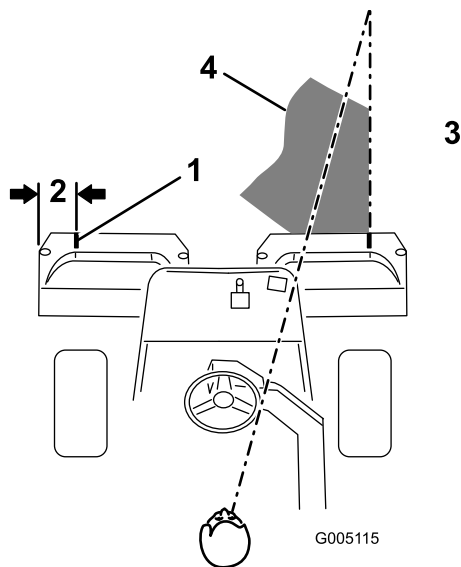
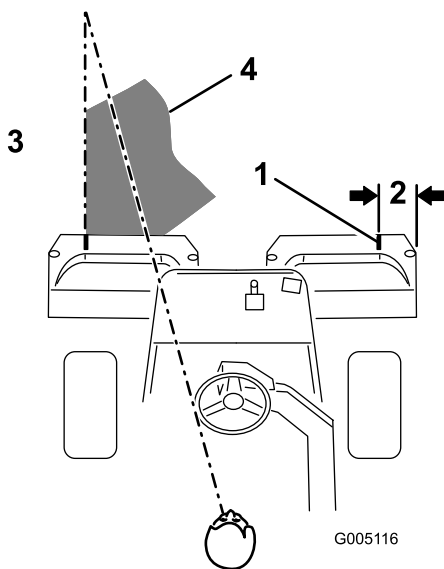

Figura 23
Figura 24
2. Applicate una striscia adesiva bianca, oppure tracciate una linea con della vernice bianca, su ciascun cestello, parallela al bordo esterno del cestello stesso (Figura 23).
3. Durante le passate di ritorno sovrapponetevi uno spazio minimo alla falciatura precedente. Per tosare in linea retta il green e mantenere la macchina alla medesima distanza dal bordo della falciatura precedente, immaginate una linea da 1,8-3 m circa davanti alla macchina fino al bordo della sezione di green da tosare (Figura 23 e Figura 24). Potrebbe essere utile includere nella linea di collimazione il bordo esterno del volante, vale a dire, tenere allineato il bordo del volante con un punto che si trovi sempre alla stessa distanza dalla parte anteriore della macchina (Figura 23 e Figura 24).